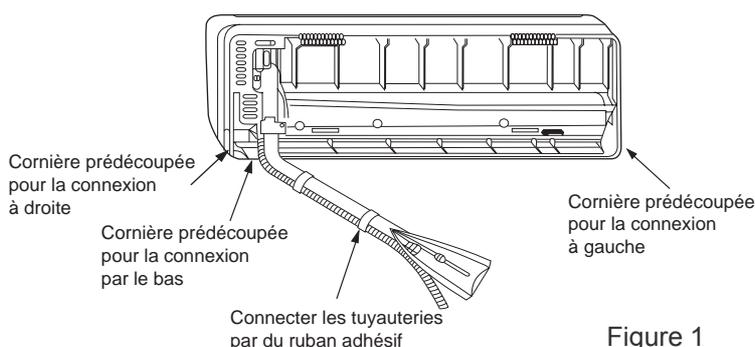

Figure 1
1- Les câbles électriques de raccordement entre les unités et le tube d'évacuation des condensats doivent être connectés aux tuyauteries par du ruban adhésif (voir figure 1).
- Pour couper les tuyauteries, utiliser exclusivement le spécial coupe-tube (voir la figure 1 ci-dessous);